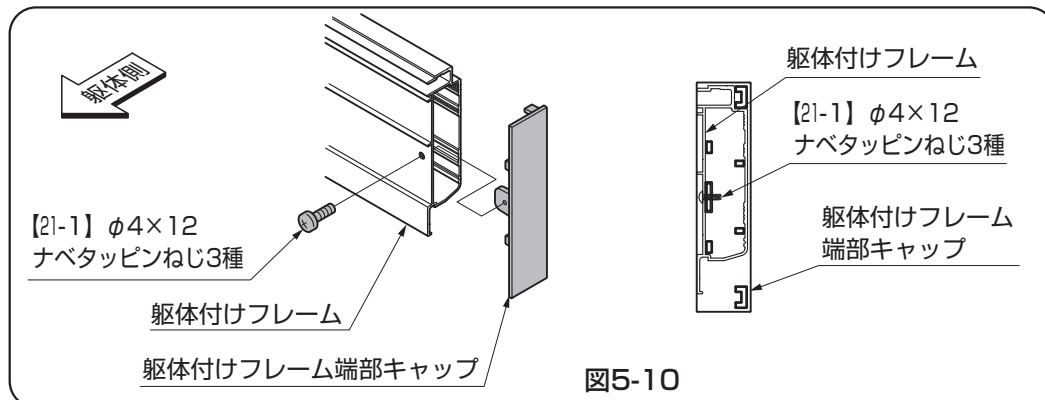

図5-10
- ① 躯体付けフレーム端部キャップを躯体付けフレームに【21-1】で取付けてください。(図5-10参照)